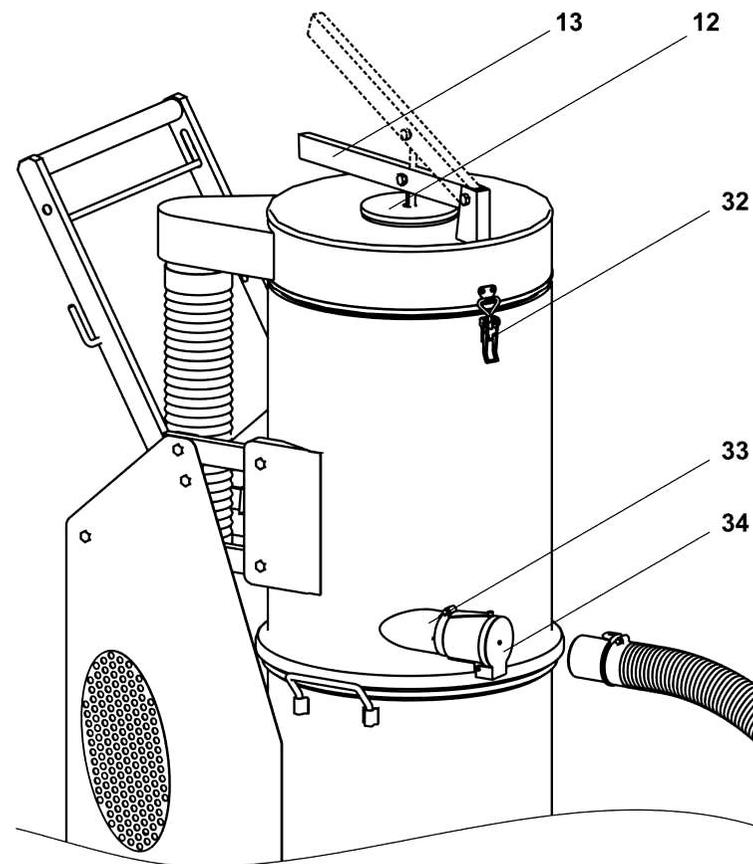

Рисунок 5. Регенерация (продувка) фильтра.
**Циклон 6** (центробежный осадитель) с ответными кронштейнами подъемного механизма 5, шпилькой 9 и барашком 7 для фиксации фильтра тонкой очистки 8 (от а/м "КамАЗ") и входным патрубком 33, оснащенном пружинной заслонкой 34 (Рисунок 5);
7.3. **Для регенерации фильтра** (Рисунок 5):